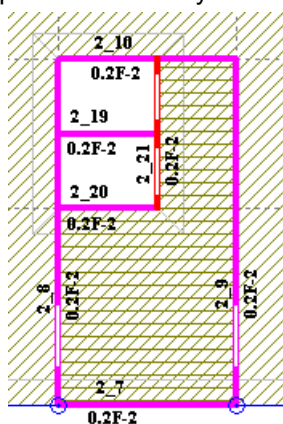

Рис.1.16.3. Выбранная стена №2_21 на схеме
- Выберите стену №2_21 с помощью команды меню **Схема** ⇒ **Выбор элементов** ⇒ **Выбрать элементы** (кнопка  на панели инструментов) (рис. 1.16.3).